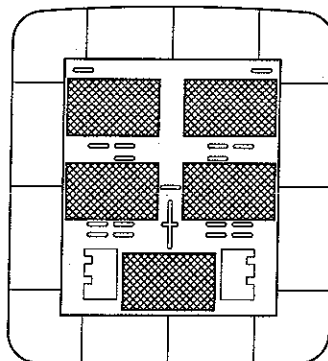

Figure 3
- Percez quatre (4) trous mesurant 5/16 po de diamètre aux endroits marqués. Les trous devraient mesurer 1-1/2 fois la longueur de l'ancrage ALLIGATOR® en profondeur.
- Mettez le ruban adhésif à double face en place à l'arrière de la boîte distributrice, tel qu'illustré sur la Figure 3.
- Retirez la bande qui recouvre le ruban et repositionnez la boîte distributrice sur la vis centrale. Alignez la boîte distributrice de manière à ce que les quatre (4) ancrages soient vis-à-vis des fentes de montage sélectionnées. Poussez sur la boîte distributrice jusqu'à ce qu'elle tombe bien place sur le mur.